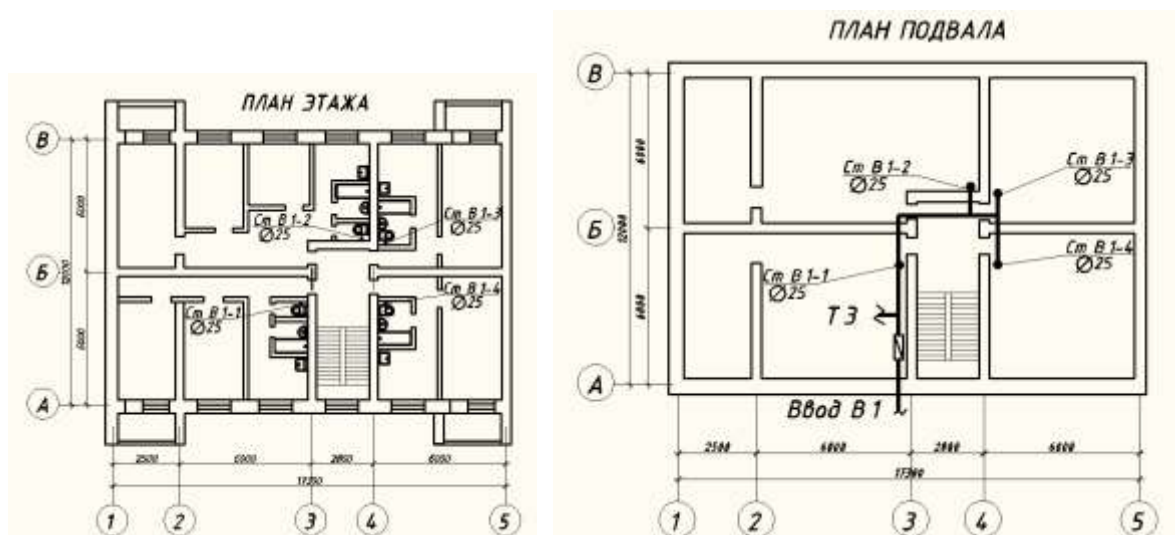

Рисунок 5.1 – План первого этажа, план подвала
1 Замололировать систему внутреннего водопровода в программе Renga. План этажа см. рис.5.1
На плане этажа здания намечаются точками места размещения водопроводных стояков. Все стояки должны быть пронумерованы (Ст В1- 1, Ст В1-2 и т.д.)(см. рис.5.1).
4. Все стояки на плане этажа переносятся на план подвала, подписываются, а затем наносится магистраль, соединяющая стояки (см. рис. 5.1). Магистральная линия подписывается — В
На аксонометрической схеме показывают (см. рис. 5.1):